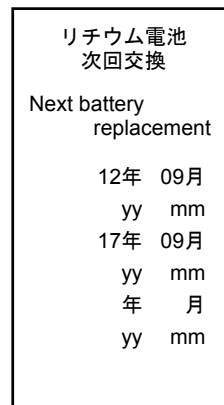

図68 リチウム電池ラベル記載例 (初回2017年9月の場合)
- ⑤ 本体側面のラベル(図68)に、次回リチウム電池交換年月(5年後)を油性ペンで記入します。